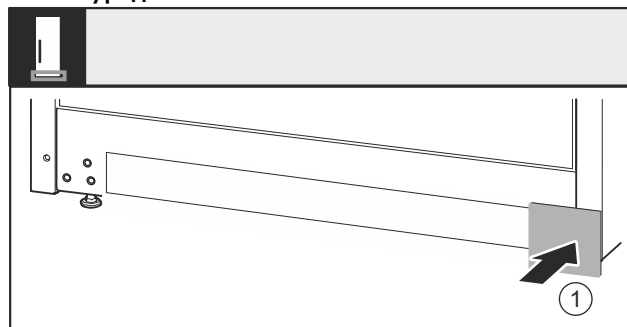

Fig. 39
- ▶ Поставете капака Fig. 39 (1) отново върху другата страна.